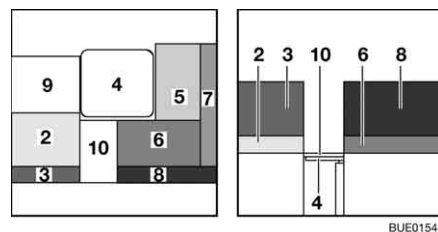

Fig. 140 Pendant la transformation
- Faire pivoter la rallonge du coffre de siège (Fig. 140,10) vers le haut et l'accrocher au siège Vario.
- Faire pivoter la rallonge du siège Vario (Fig. 140,9) vers le haut et l'accrocher.
- Enlever le coussin de dossier (Fig. 140,7) et le placer de côté.
- Enlever le coussin d'assise (Fig. 140,5) et le placer de côté.
- Placer le coussin de dossier (Fig. 140,7) entre la dînette en L et le siège Vario.